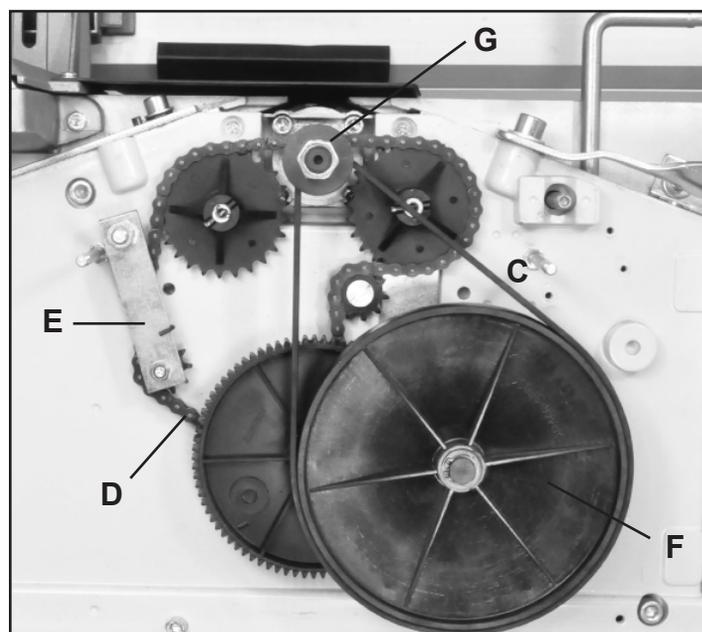

FIG. 31
6. La correa del *rodillo* de alimentación (#256, FIG. 31, C) no requiere ajustes. Su elasticidad aplica tensión automáticamente.
7. La cadena de rodillos de *alimentación* (#248, FIG. 31, D) se tensa automáticamente con el conjunto de resorte (#246, 247, 249, E) y no requiere ajustes.
2. Para reemplazar la correa del *rodillo* de alimentación (#256, FIG.31, C), estire la correa elástica y colóquela sobre la gran polea de banda plana (#257, F), luego el eje del cabezal de corte (G).